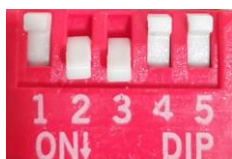

图 6.18 外部航模 PWM 闭环拨码开关设置
- 将拨码开关设置为 SW2=ON（选择闭环运行模式），SW3= ON，SW4= OFF，SW5= OFF（选择外部航模 PWM 控制方式），如图 6.18。